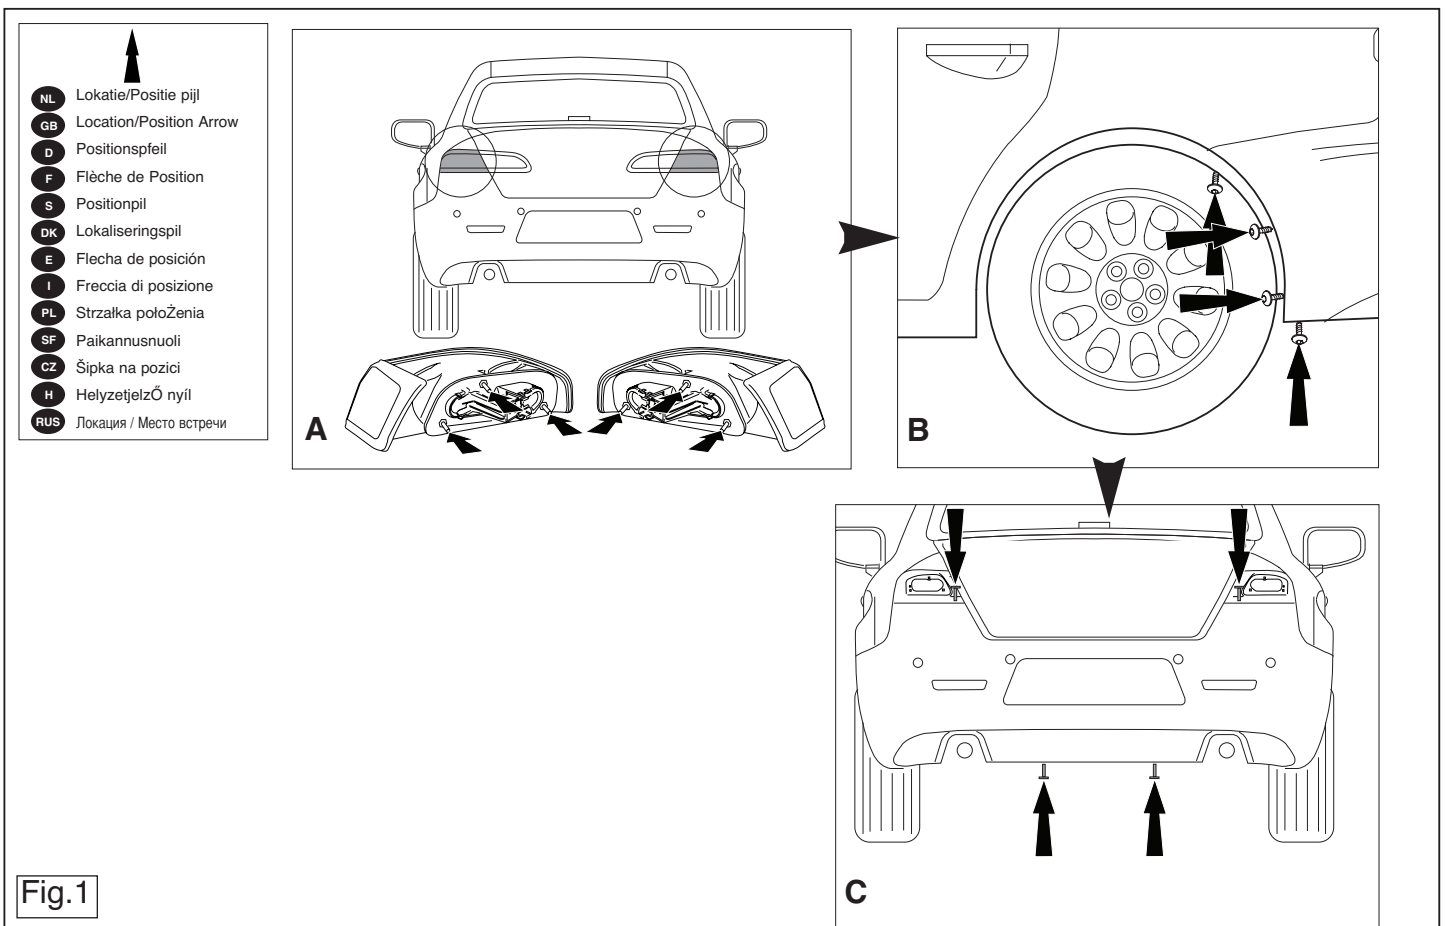

Fig. 1
2. Zdemonstować tylne światła. (Patrz rysunek 1).
3. Zdemonstować zderzak wraz z wypełnieniem tempexowym. (Patrz rysunek 1).